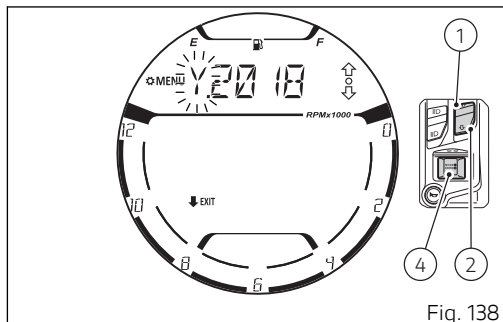

Fig. 138
Presionando el pulsador (1) o el pulsador (2) la letra "Y." comienza a parpadear (Fig. 138). A este punto mediante el pulsador (1) o el pulsador (2) es posible desplazarse entre los valores de año "Y.", mes "M." y día "D." visualizados de manera parpadeante y con los valores configurados en ese momento.